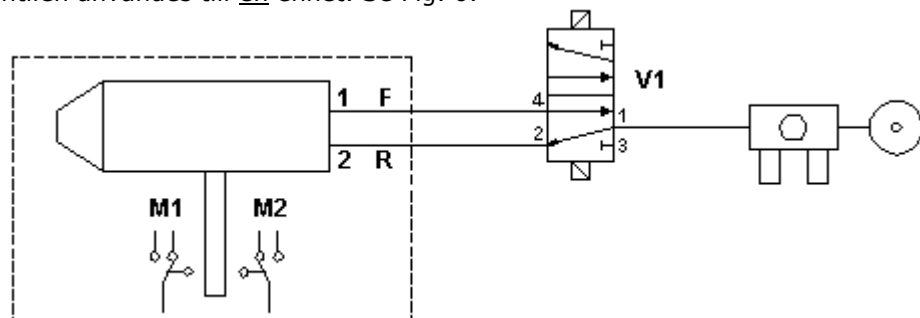
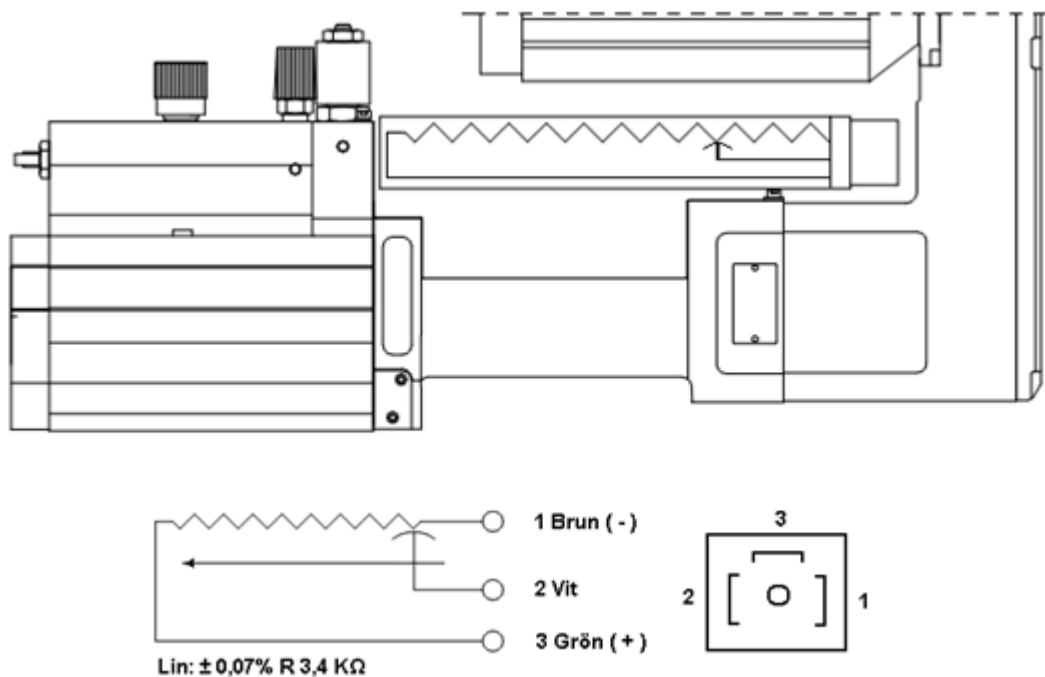

Fig. 6.
Fig. 10.
8. Levereras enheten med elektriska givare, induktiva givare eller linjärgivare (väljes vid beställning) skall manöverventilen V1 vara elektriskt styrd och av typen 4-vägs 2-läges. Dimensionen på ventil V1 skall vara 1/8" när ventilen användes till en enhet. Se Fig. 6.
10. Inkoppling av elektriska givare för avkänning av matningsspindelns läge. Max kapacitet 10A vid 125 eller 250VAC. Enheten levereras med de båda mikrobrytarna anslutna till en kabel med längden 2 meter. Inkoppling sker enligt följande. Se Fig. 6. och 8.
11. Inkoppling av induktiva givare för avkänning av matningsspindelns läge. Enheten levereras med de båda givarna och kabel med längden 2 meter. Inkoppling sker enligt följande. Se Fig. 6 och 9.
12. Inkoppling av linjärgivare för avkänning av matningsspindelns läge. Linjärgivaren är en potentiometer som levereras med en 2 meter lång kabel ansluten till potentiometern med en PG9 kontakt, DIN 43650. För inkoppling av kabeln är trådarna färgmärkta enligt nedanstående Fig. 10. Max spänning för linjärgivaren är 40V DC. Inkoppling sker enligt följande. Se Fig. 6 och 10.
När enheten levereras med linjärgivare är den hydrauliska matningskontrollen försedd med en 2-vägsventil (24V DC) för övergången från snabbmatning till arbetsmatning. Denna ventil är normalt stängd, och skall vid snabbmatning ha spänning samtidigt med manöverventilen V1, se Fig. 6. När linjärgivarens utsignal överensstämmer med inställt värde för övergång till arbetsmatning, skall spänningen till 2-vägsventilen brytas. Är enheten utrustad med linjärgivare måste det externa styrsystemet ha en analog ingång som kan ta hand om den analoga signalen från linjärgivaren.